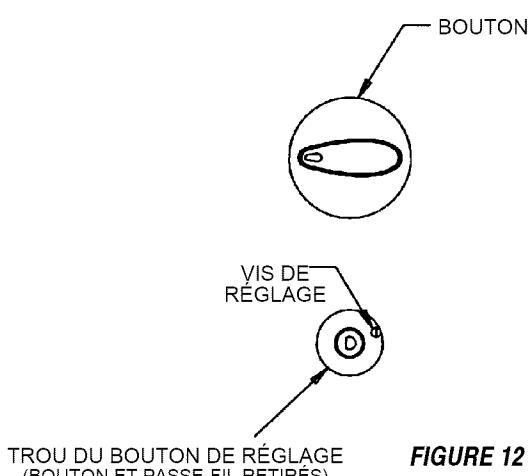

FIGURE 12
C. RÉGLAGE DE LA FLAMME À FEU DOUX (Voir figure 12)
3. Repérer la vis de réglage du bouton de commande. **Au besoin aligner avec précaution le trou dans la couverture du commutateur avec la vis de réglage.** Voir la figure 12.
- Repérer la vis de réglage du bouton de commande. **Au besoin aligner avec précaution le trou dans la couverture du commutateur avec la vis de réglage.** Voir la figure 12.